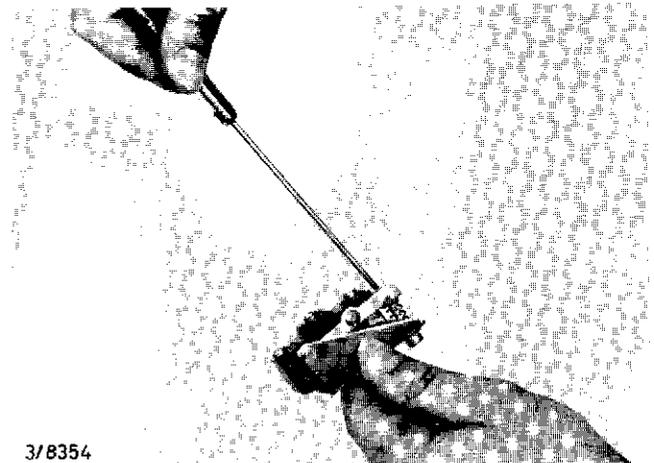

Bild 4
Einstellschraube (1) bis zum Schaltpunkt (hörbares Klicken) hineinschrauben, dann bis zum Schaltpunkt linksdrehend lösen und danach über den Schaltpunkt 90° (1/4 Umdre-hung) rechtsdrehend anziehen (Bild 4).